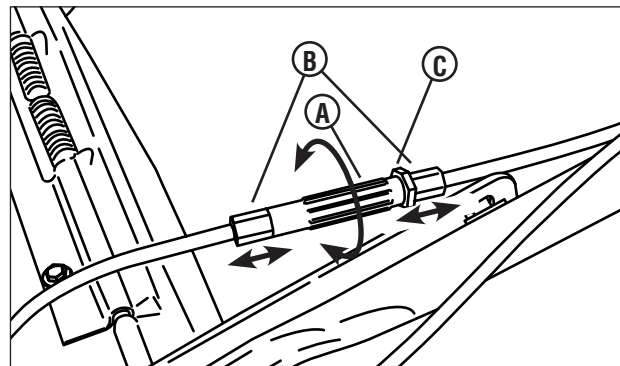

Figura 17: Ajuste del cable de guiado
- Si la transmisión no se acopla, aumente la tensión del cable de transmisión aflojando la tuerca (**C**, **Figura 17**) y girando para ello el tensor (**A**) hacia la izquierda media vuelta para sacar las férulas (**B**) del tensor. Apretar la tuerca contra el tensor. Revise y repita esta operación cuantas veces sea necesaria.